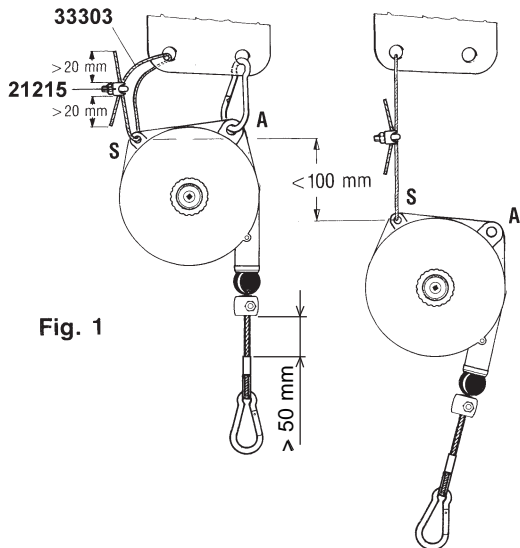

Fig. 1
Benytte hullet A (Fig.1) for hovedopphenget og hullet S (Fig. 1) for sikringsoppheng.
Kople alltid sikringsopphenget S (Fig.1) til en solid støtte som har de riktige dimensjonene, en må kun benytte det utstyret som leveres av produsenten. Sikringsstøtten MÅ ABSOLUTT IKKE være den samme som hovedopphenget A (Fig.1) er koplet til. Maksimalt fall i tilfellet hovedopphenget svikter, må ikke være større enn 100 mm. Feste muttrene til klemmene 21215 (Fig. 1) med et dreiemoment som tilsvarer 2 Nm.
- Med jevne mellomrom må balanseblokken kontrolleres visuelt (for eksempel ved hvert arbeidsskift), spesielt må tilstanden til opphengene A og S (Fig. 1) kontrolleres, i tillegg til skruene som fester og de selvvlåsende systemene (dersom disse brukes), og tilstanden til krokene og wiren.
Använd hålet A (Fig.1) för huvudupphängningen och hålet S (Fig. 1) för säkerhetsfastsättning.
Anslut alltid säkerhetsupphängningen S genom att enbart använda tillbehören som ingår (Fig.1) för ett lämpligt dimensionerat stöd. Säkerhetsstödet FÅR INTE VARA detsamma som används för huvudupphängningen A (Fig.1). Maximalt fall om huvudupphängningen skulle gå sönder får inte vara mer än 100 mm. Dra åt muttrarna på tvingen 21215 (Fig. 1) med ett vridmoment på 2 Nm.
- Balansblocket skall regelbundet undersökas (till exempel en gång per arbetsskift), särskilt så skall man undersöka de övre fästena A och S (Fig. 1), fixeringssskruvar och självlåsande system (om det används), kontrollera även krokarna och wiren.